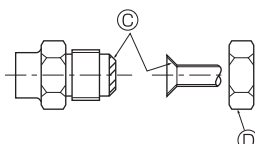

Fig. 5-5
Ⓐ (Fig. 5-5)
5.5. Connexion des tuyaux (Fig. 5-4) (Fig. 5-5)
- [Fig. 5-5]